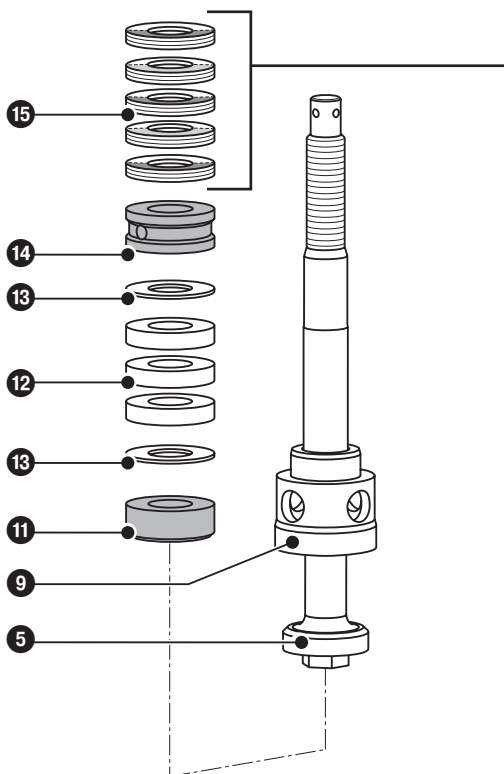

Рис. 10
18. Надеть на плунжер внутренние части сальникового уплотнения в порядке, показанном на **Рис. 6, Рис. 7, Рис. 10**